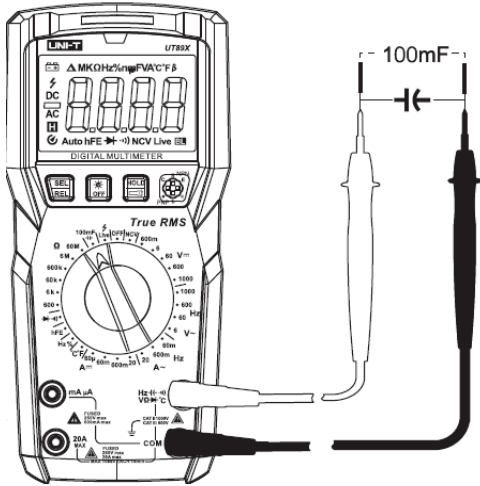

Рисунок 7
9.5 Измерение емкости (Рисунок 7)